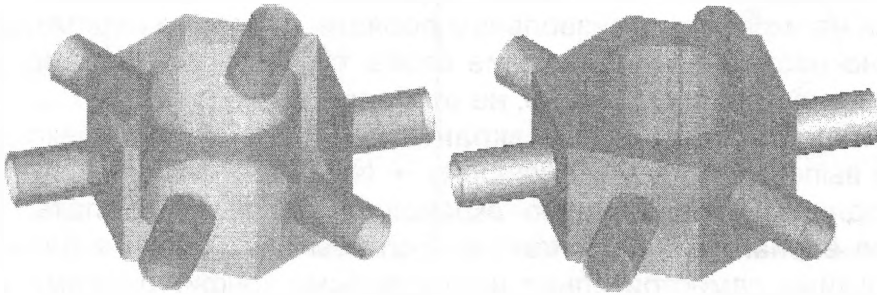

Рисунок 8.8
- В окне **Materials** загруженные материалы отображаются в списке **Materials** (рис. 8.8).